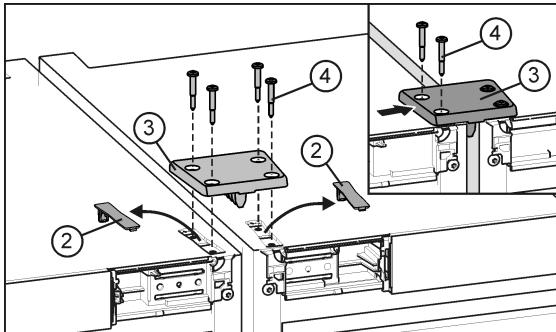

Fig. 22
- Desencage y retire las cubiertas Fig. 22 (2).
- Coloque la placa de unión Fig. 22 (3) y fíjela ligeramente con dos tornillos Fig. 22 (4) en un aparato.